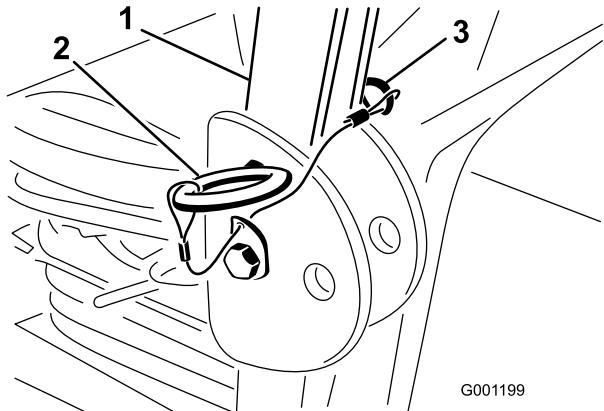

Figura 8
1. Remova os pernos de gancho e os dois pinos da barra de segurança (Figura 8).
2. Levante a barra de segurança na vertical, instale os dois pinos e fixe-os com os pernos de gancho (Figura 8).